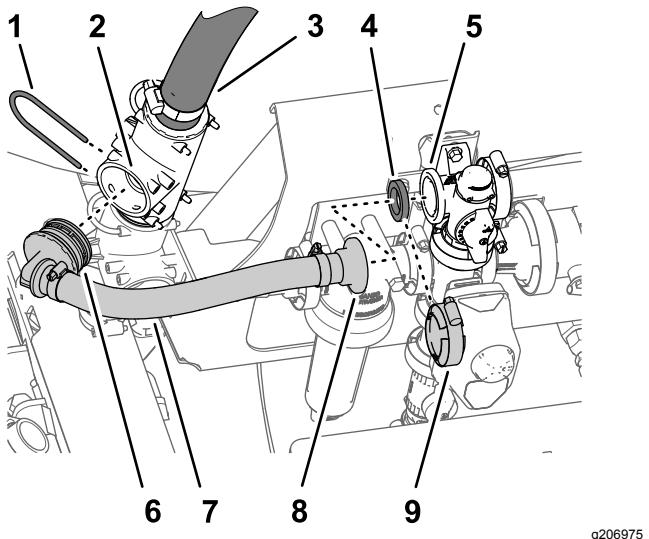

Figura 8
1. Alinhe a união estriada de 90° do novo conjunto da tubagem da distribuição de agitação com a porta aberta na união em T superior e insira a união de 90° até ficar posicionada na união em T (Figura 8).
2. Prenda a união estriada de 90° na união em T com o retentor (Figura 8) que retirou no passo 2 de Retirar os tubos (página 5).
3. Alinhe a união flangeada reta do novo conjunto da tubagem da distribuição de agitação e a junta com a flange da válvula de distribuição (Figura 8).
4. Prenda a união flangeada reta e a junta à válvula de distribuição com o grampo flangeado (Figura 8) que retirou no passo Retirar os tubos (página 5) de 2.